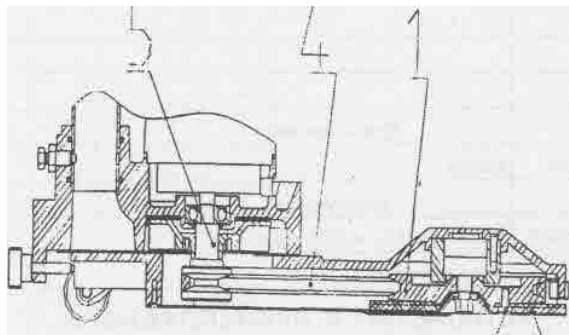
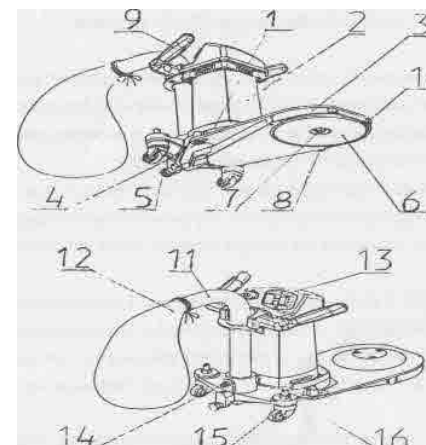

Рисунок 2. Вид машины СО401 в разрезе
Рисунок 1. Вид машины СО401 со стороны шлифовального диска и выключателя.
Поверхность шлифовального диска 2 (рис.2) выполнена из губчатой резины и обеспечивает плотный прижим шлифовальной шкурки 6 (рис. 1) к обрабатываемой поверхности.
Давление шлифовального диска 2 (рис.2) на поверхность пола регулирует оператор посредством ручек Э (рис. 1), расположенных в верхней части электропривода 2.
В полости основания 1 на оси электропривода 2 рис. 1 установлена крыльчатка 5 (рис.2), предназначенная для удаления древесной пыли из рабочей зоны. Улитка крыльчатки стыкуется струбой пылеотвода 11 (рис. 1). Из выходного отверстия улитки крыльчатки пылевоздушная смесь через внутренний канал пылеотвода 11 (рис.1) удаляется в мешок 12, изготовленный из ткани, обеспечивающей сбор пыли.
- вывести из зацепления со шкивом крыльчатки 5 ремень 4 (рис.2);
- установить ремень 4 в ручей шкива крыльчатки 5 (рис.2); для удобства операции необходимо снять крышку, выкрутив 3 винта 8 (рис. 1);
- завернуть 2 болта 4 окончательно (рис. 1);
- установить крышку на место и закрепить 3 винтами 8 (рис. 1 ).
- в процессе эксплуатации машину транспортируют за ручки 9 (рис. 1).
Машина СО401 снабжена выключателем кнопочным 13 (рис. 1), который при прекращении подачи электричества на электропривод 2 не дает возможности самостоятельного включения электропривода. Для повторного запуска машины необходимо нажать кнопку пуска.
Для запуска машины СО401 необходимо, придерживая за ручки 9 (рис. 1), приподнять головку шлифовальнуюЗнадробрабатываемой поверхностью так, чтобы диск шлифовальный 2(рис.2) не касался поверхности и нажать кнопку «Пуск» на выключателе кнопочном 13 (рис. 1). Происходит пуск электродвигателя.